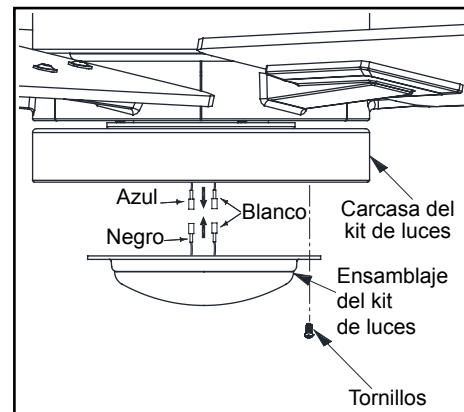

Figura 17
3. Quita un tornillo de la carcasa del kit de luces y afloja, pero no quites, los otros dos. Conecta los cables del conjunto del soporte del kit de luces a los cables del conjunto del motor del ventilador uniendo los enchufes moldeados del adaptador. Coloca con cuidado todos los cables y empalmes dentro de la caja del interruptor. (Figura 17)
soporte kit de luces hacia la derecha y aprieta los tornillos. Vuelve a instalar el tornillo que retiraste en el paso 3 y apriétalo firmemente. (Figura 17)